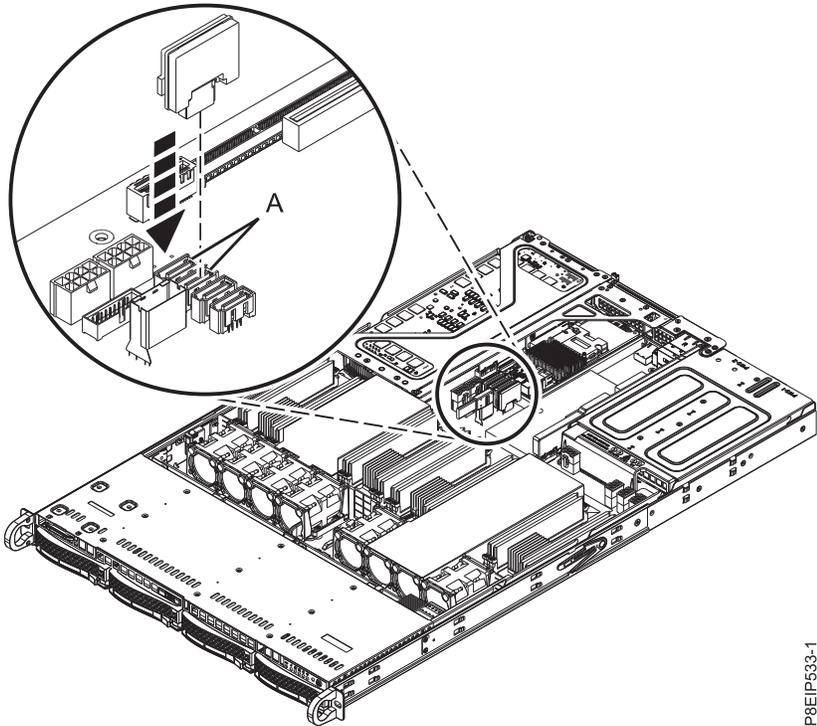

Abbildung 14. DOM installieren
2. Installieren Sie das DOM in der Systemrückwandplatine, in den Positionen **(A)** (siehe Abb. 14 auf Seite 16). Abhängig vom DOM-Modell müssen Sie unter Umständen auch ein kleines Netzkabel für das DOM anschließen. Stellen Sie sicher, dass Sie die Stecker richtig anschließen.